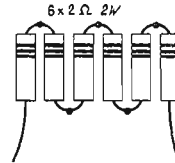

FIG. 5
b) Six résistances de 2 Ω soudées en série comme sur la figure 5 ;